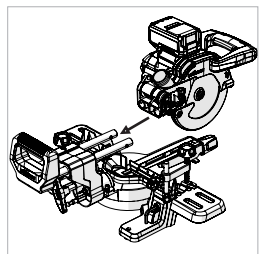

Rys. 12
- Należy wkręcić śrubę blokującą posuw w gwintowany otwór nad prawą prowadnicą posuwu. **(Rys. 12)**